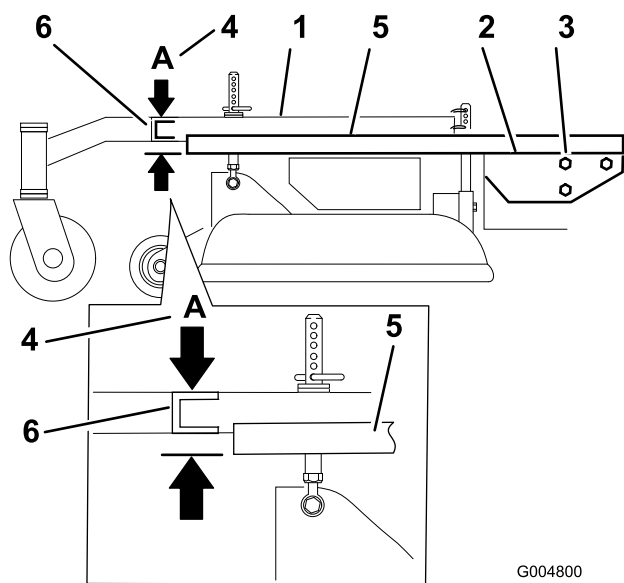

Figura 52
3. Coloque uma superfície comprida e reta na parte superior da plataforma do motor como se mostra na Figura 52.
4. No canal transversal da estrutura de suporte, meça a altura no local **A** (Figura 52).
6. Desaperte os parafusos de montagem da estrutura de suporte em ambos os lados da máquina (Figura 52).
7. Alinhe a estrutura de suporte e plataforma do motor para corresponder a 33 mm, mais ou menos 6 mm, no local **A** (Figura 52).